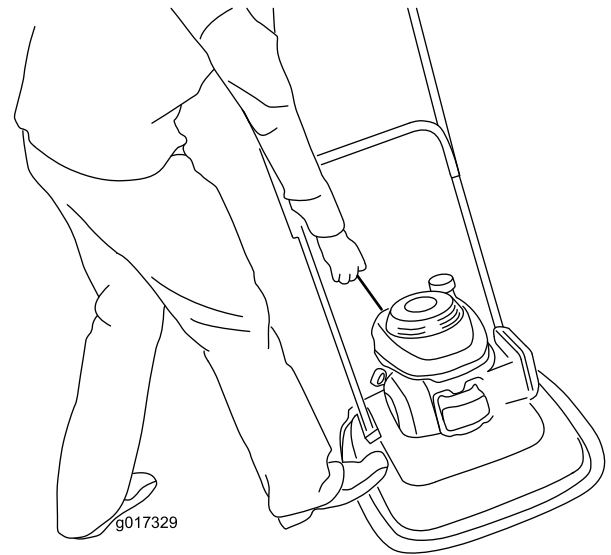

Figure 16
- Placez le pied sur le tablier de coupe et inclinez la machine vers vous (Figure 16).